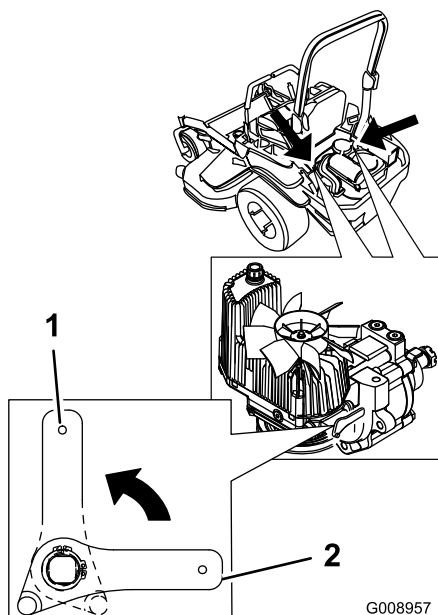

Figure 38
permet à l'huile hydraulique de contourner la pompe et aux roues de tourner (Figure 38).
4. Tournez les leviers des vannes de déblocage en position horizontale pour utiliser la machine (Figure 38).